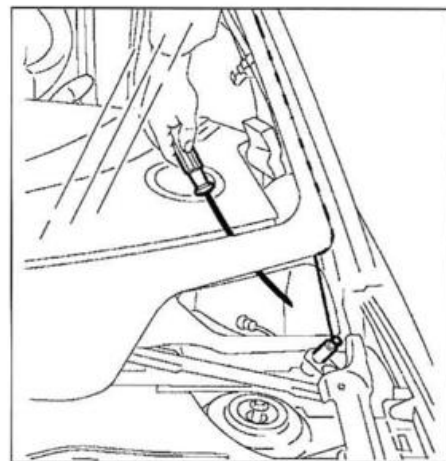

FIG. 80
- Fijar el cordón a cortar en el eje del limpiaparabrisas (fig. 80).